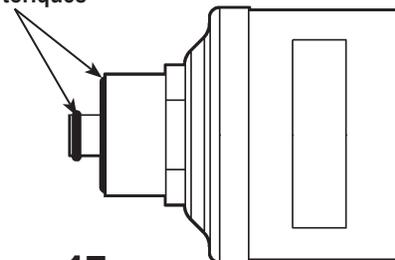

Figure 17
5. Examinez le nouveau filtre : assurez-vous que les deux joints toriques sont graissés et bien placés dans les cannelures, comme indiqué à la figure 17.